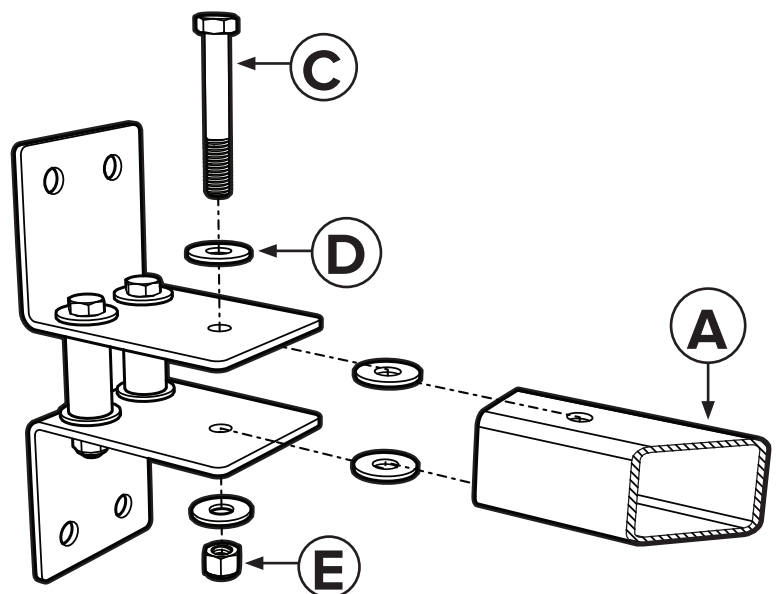

Fig. 2
Fixez le bras mobile de fixation (A) à l'aide des vis (C), des rondelles (D) et des écrous (E). Serrez les vis (C) à **40,7 N·m (30 pi·lb)**. Voir fig. 2.